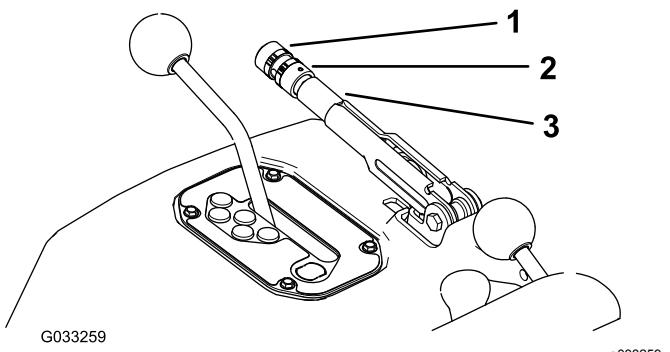

Figura 75
2. Afloje el tornillo de fijación que sujetá el pomo a la palanca del freno de estacionamiento (Figura 75).
3. Gire el pomo (Figura 75) hasta que se requiera una fuerza de 20–22 kg para accionar la palanca.
4. Apriete el tornillo de fijación cuando termine (Figura 75).